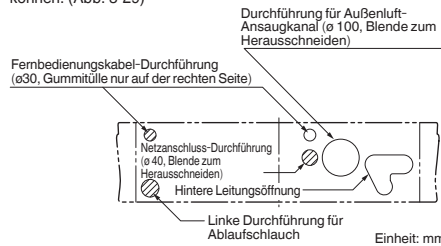
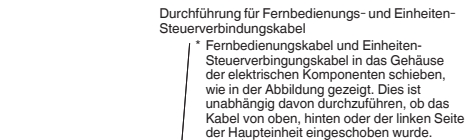

Abb. 3-29
Abb. 3-34
Die Inneneinheit ist mit einer Durchführung (Blende zum Herausschneiden) für einen Frischluftkanal im rechten hinteren Bereich der oberen Verkleidung versehen. Falls Frischluft zugeführt werden soll, muss die Blende entfernt werden, um den Luftkanal durch diese Öffnung mit der Inneneinheit verbinden zu können. (Abb. 3-29)
- * Wenn die Leitungen durch die Oberseite oder die rechte Seite verlegt werden sollen, müssen die betreffenden Blenden aus der oberen Verkleidung entfernt und entsprechende Einschnitte an der Seitenverkleidung gemacht werden (Abb. 3-29).
Die Durchführungen für das Fernbedienungskabel befinden sich ebenfalls an der Rück- und Oberseite (zur Verwendung mit der Kabelfernbedienung). Einzelheiten siehe Abb. 3-29. Für die Anordnung der Kabel siehe Abb. 3-34.
Die mitgelieferte Öse mit Klebstoff (im Fachhandel erhältlich) an der Netzkabeldurchführung anbringen. (Siehe Abb. 3-34)